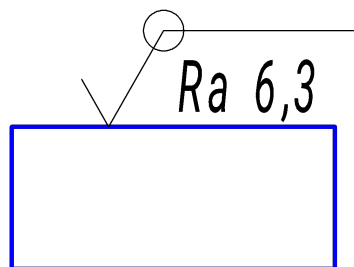

рис. 1
9. Если одинаковую шероховатость имеют поверхности, образующие **контур**, обозначение шероховатости наносят один раз (рис. 1). Диаметр вспомогательного знака $\square$ - 4...5 мм. В обозначении одинаковой шероховатости поверхностей, **плавно переходящих** одна в другую, знак $\square$ не приводят (рис. 2).